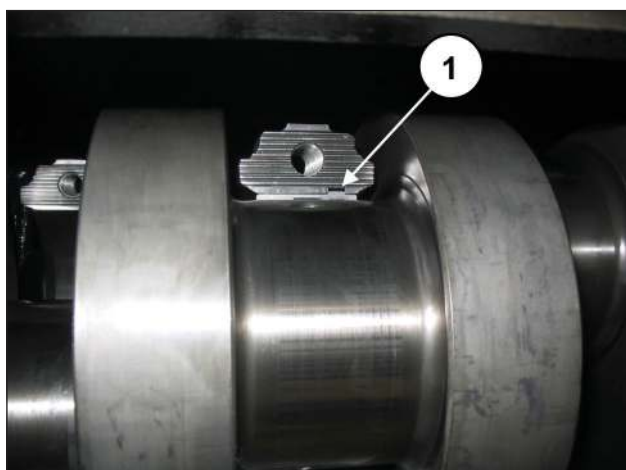

Fig. 58
Para uma montagem correta dos semi-rolamentos, verifique se a lingueta de referência dos semi-rolamentos está posicionada no compartimento apropriado na semi-biela (pos. ①, Fig. 58).